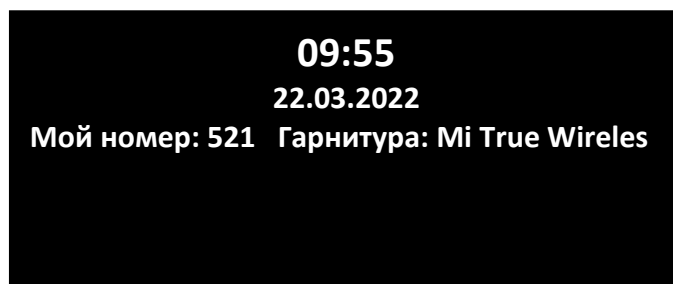

Рисунок 22 – Отображение названия подключенной Bluetooth-гарнитурой
- после установки соединения нажать на клавишу «Выход». После выхода из меню подсветка клавиш погаснет, название подключенной Bluetooth-гарнитурой отобразится на дисплее (см. рисунок 22).